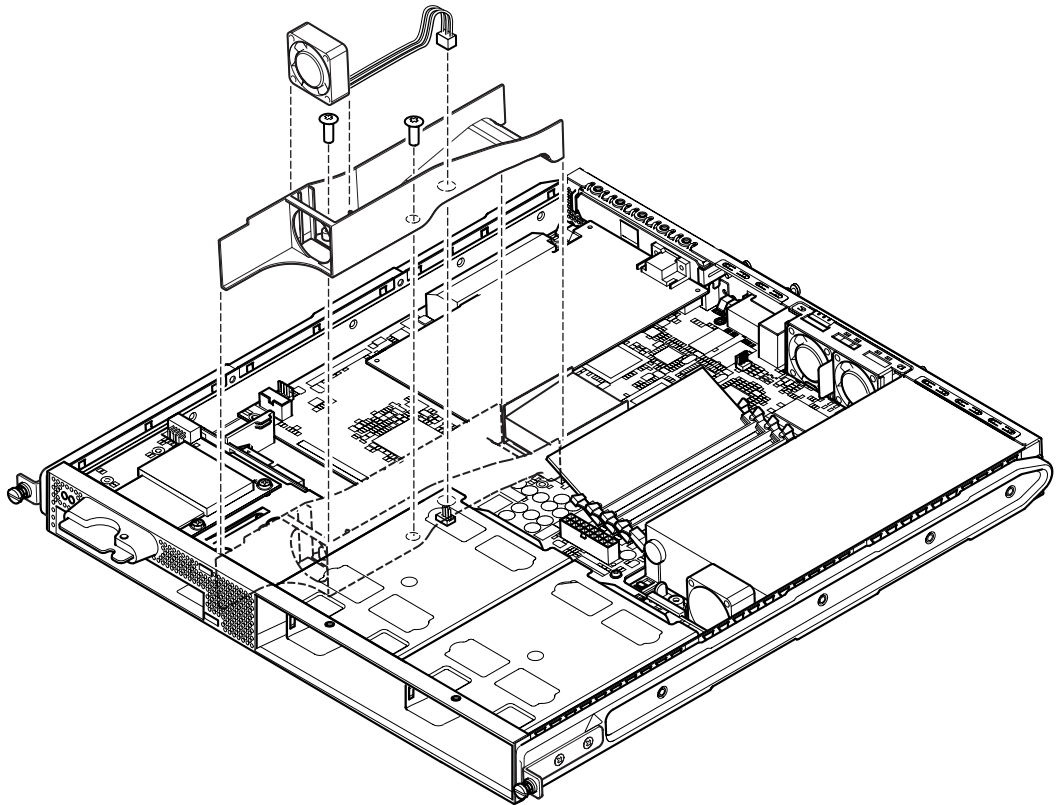

FIGURA 11-6 Desconexión y extracción del montaje del ventilador 3
8. Desconecte el cable de alimentación del ventilador 3 (consulte la FIGURA 11-6) y desatornille los dos tornillos que fijan la unidad de canales en el chasis.
9. Extraiga el ventilador y la unidad de canales del chasis (consulte la FIGURA 11-6).